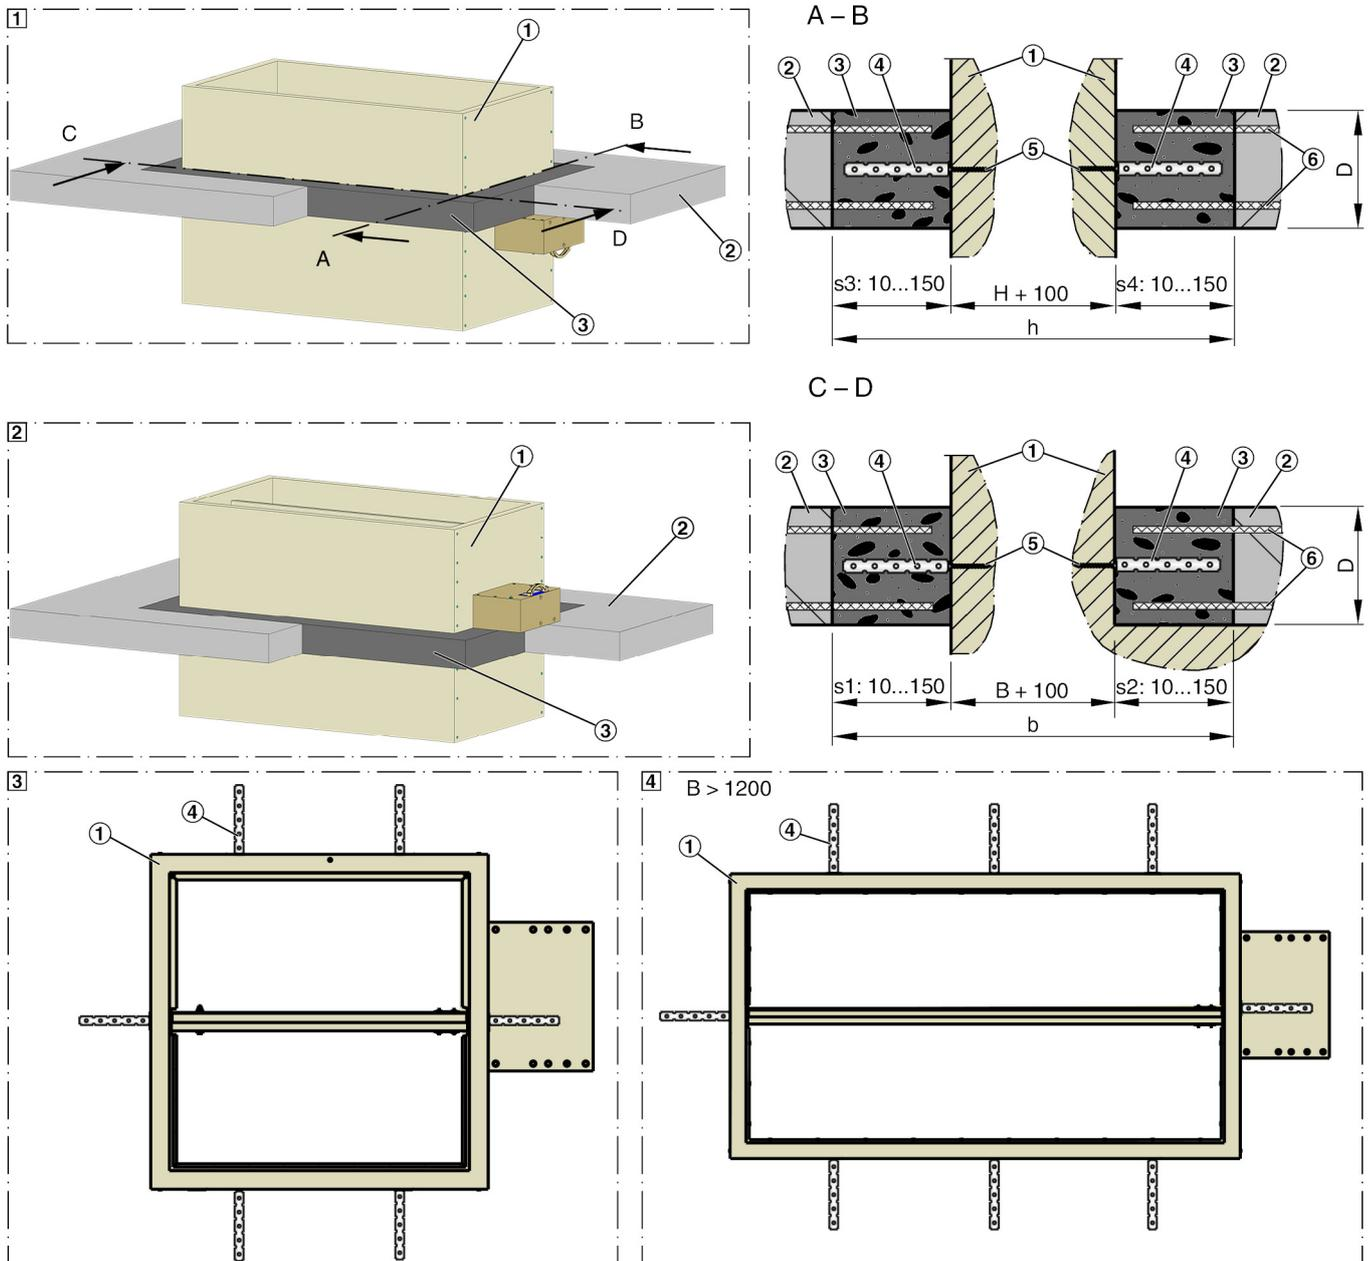

Abb. 15: Nasseinbau in Massivdecke, Klassifizierungsindex:  $h_{ow}$
1. ▶ Einbauöffnung fachgerecht herstellen, siehe Abb. 15 .